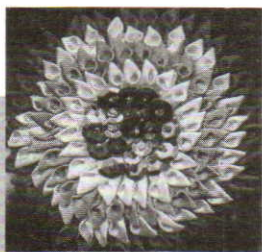

Рис. 10
37. Ушковая аппликативная вышивка в женском татарском костюме (рис. 10).